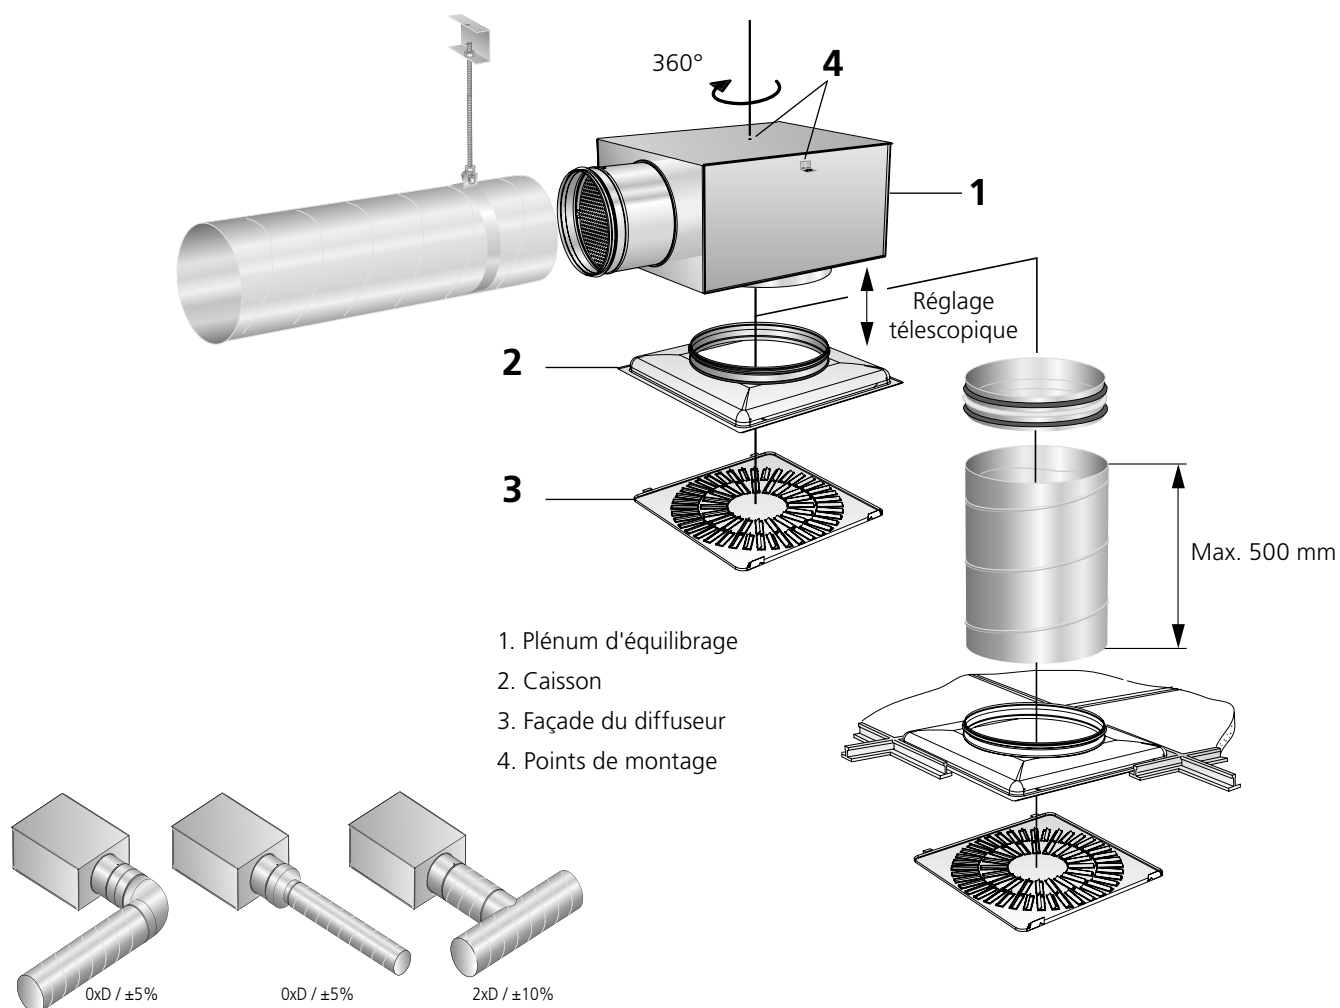

Figure 2. Alternatives d'installation
- La distance entre plénum d'équilibrage et le diffuseur peut être augmentée de 500 mm avec un conduit spiralé sans devoir prolonger le tube de prise de mesure et les cordons de réglage du registre (voir Figure 2).
- Précision de mesure et critères applicables aux sections de conduit droites en amont du plénum d'équilibrage, voir Figure 2. Les critères applicables aux sections de conduit droites dépendent du type de perturbation en amont du boîtier de connexion. La Figure 2 montre un coude, un changement de dimensions et un raccord en T. Les autres types de perturbations exigent au minimum 2xD section droite (D = diamètre de raccordement) pour une précision de mesure de $\pm 10\%$ du débit.